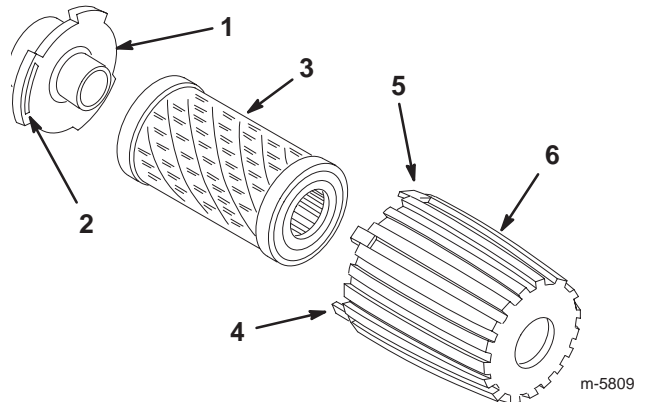

Figure 20
1. Tournez le couvercle dans le sens anti-horaire et déposez le couvercle et le filtre (Fig. 20).
2. Nettoyez soigneusement le couvercle et la bride (Fig. 20).
3. Insérez le filtre neuf dans le couvercle (Fig. 20).
4. Placez le couvercle et le filtre contre la bride, et engagez la languette du couvercle dans l'angle inférieur gauche de la fente sur la bride (Fig. 20).